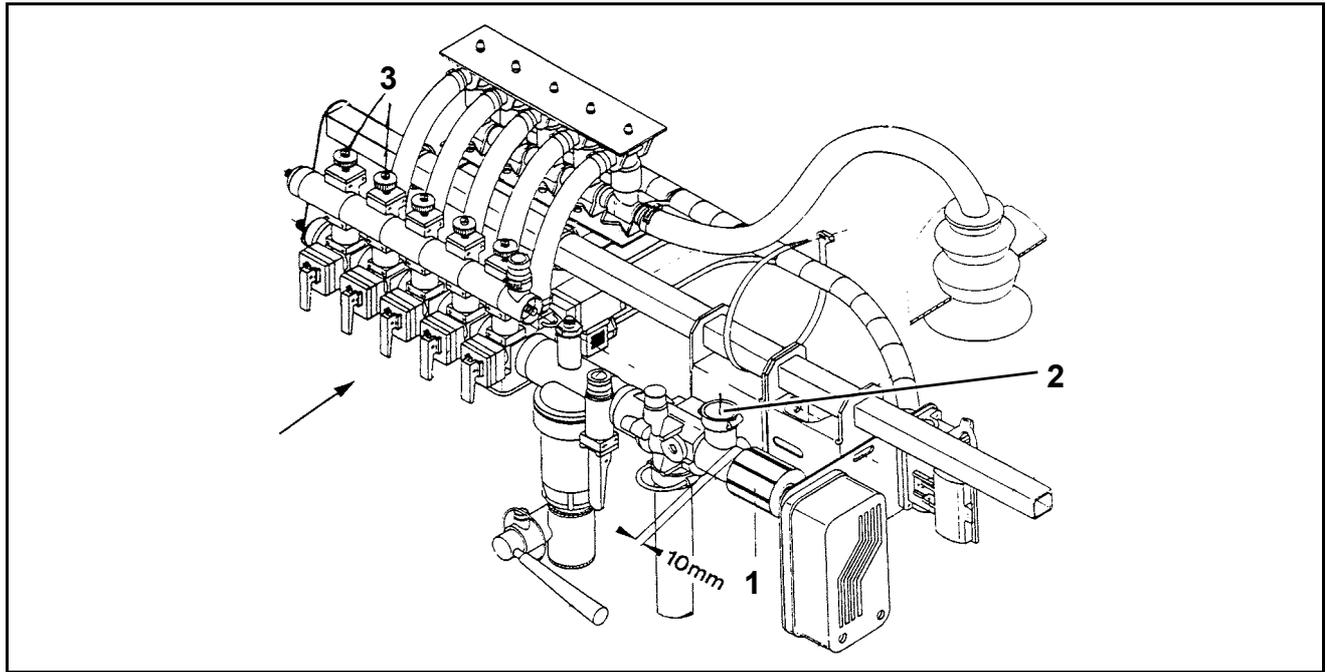
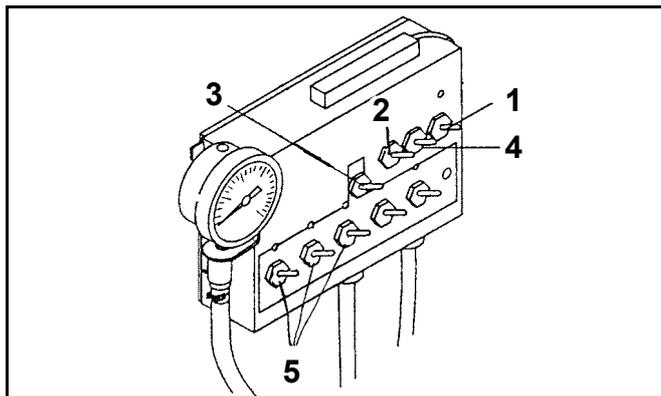
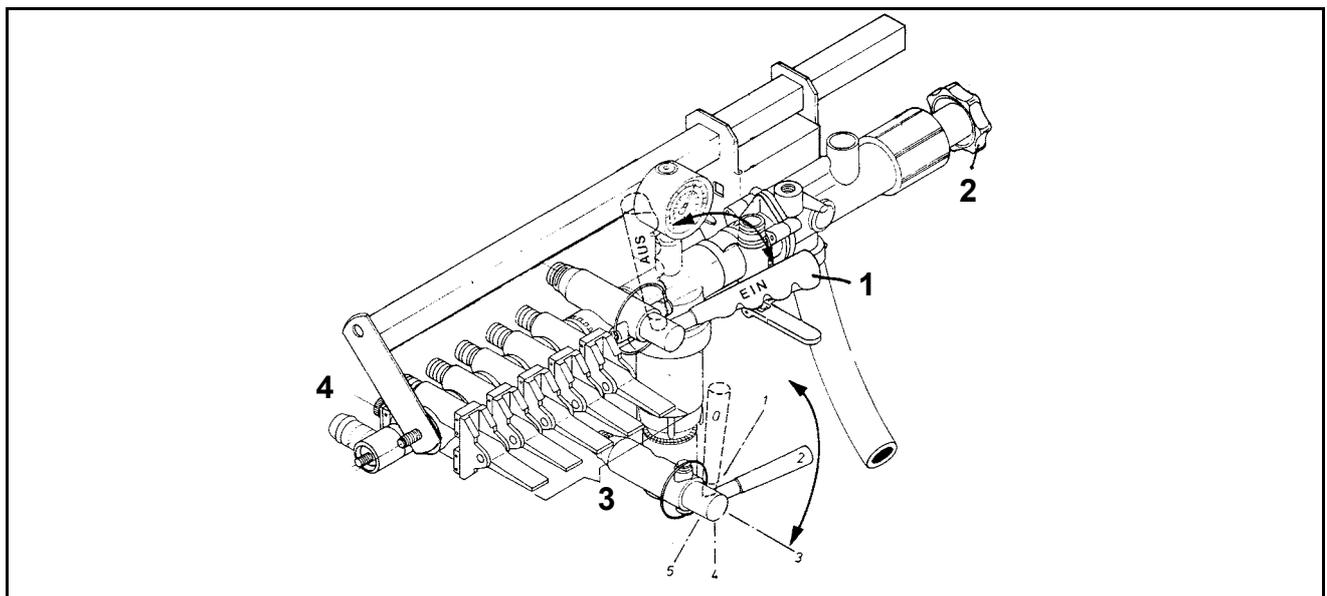

Fig. 12
Fig. 13
Fig. 14
- Réglez le clapet de régulation. Pour cela visser l'écrou de régulation (Fig. 12/ 1) du régulateur automatique (DPM) jusqu'à ce que la couronne de l'écrou et la tubulure du tuyau de retour en cuve (Fig. 12/ 2) présentent un écartement de 5 mm, l'un par rapport à l'autre. La position de la vanne de régulation correspond alors à une pression de 7 bar env.
- Basculez l'interrupteur marche/arrêt (Fig. 13/ 1) d'alimentation en courant du boîtier de télécommande sur la position "I". La diode rouge de contrôle s'allume. Le boîtier de télécommande est opérationnel (régulateur avec boîtier électrique de télécommande exclusivement).
- **Basculez l'interrupteur (Fig. 13/ 2) sur la position "Manuel".**
- Ouvrez tous les retours calibrés et mettez la vanne centrale d'ouverture/coupeure générale de la rampe (vanne centrale - (Fig. 14/ 1) - ou interrupteur - (Fig. 13/ 3) sur le repère "I" (EIN). Toutes les buses se mettent à projeter de l'eau. **Ne pas mettre en oeuvre l'agitateur!**
- Au moyen de l'écrou étoile (Fig. 14/ 2) ou de la touche  $\pm$  (Fig. 13/ 4), réglez une pression de 4 bar. Lire la pression ainsi réglée au cadran d'affichage de la pression.
- Coupez un tronçon de rampe en actionnant l'un des robinets à retour calibré (Fig. 14/ 3) ou l'un des interrupteurs de tronçonnement de rampe (Fig. 13/ 5) relié à la vanne électromagnétique commandant ce tronçon. A l'écran d'affichage de la pression, vous pouvez constater que celle-ci s'est modifiée.
- Tournez la vis moletée (Fig. 14/ 4 ou Fig. 12/ 3) du retour calibré correspondant à ce robinet ou à cette vanne électromagnétique jusqu'à ce que l'écran affiche à nouveau exactement une pression de 4 bar. Puis ouvrez l'alimentation de ce tronçon de rampe.